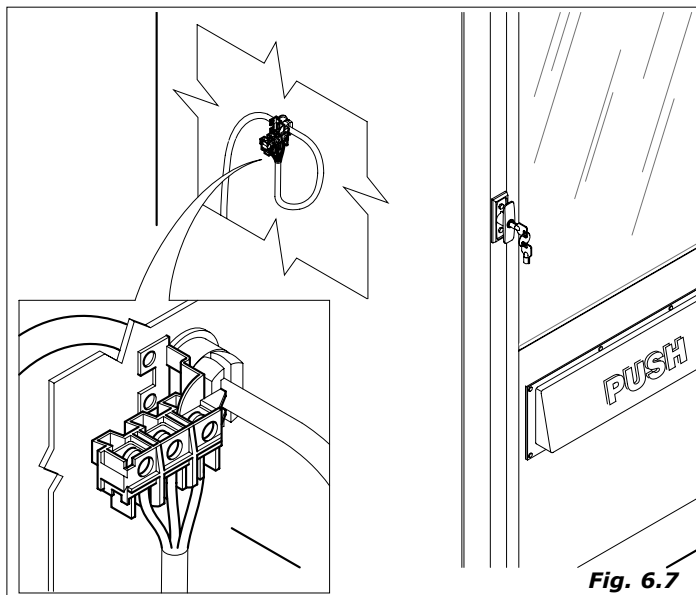

Fig. 6.7
Con la puerta abierta, quedan bajo tensión la regleta del cable de alimentación (Fig. 6.7-pos.1)